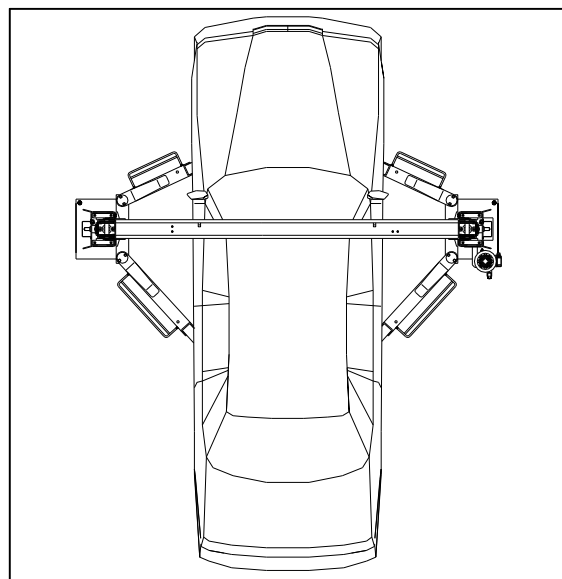

Рис. 10 Правильное распределение веса автомобиля
Необходимо установить автомобиль на подъемнике таким образом, чтобы его вес был правильно распределен на лапах (рис.10). Для безопасности подъемника и сотрудника следует помнить:
- ◆ Автомобиль правильно расположен на подъемнике (рис.10)